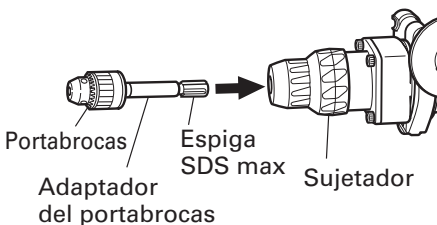

Fig. 14
### (2) Fijación del adaptador para portabarrenas al portabarrenas (Fig. 14)